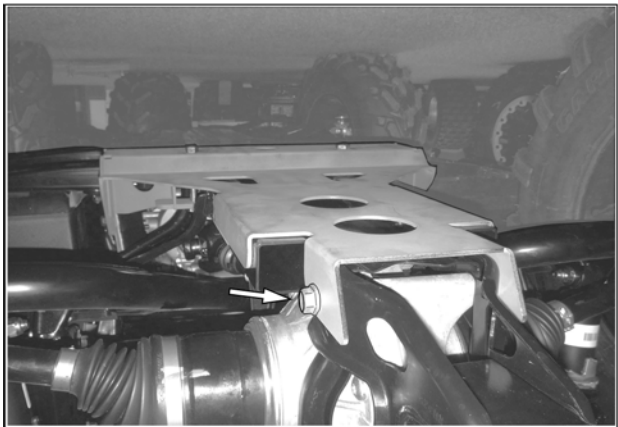

Fig. 7
6. Serrer ensuite le boulon de fixation du différentiel préalablement installé à l'autre extrémité de la plaque à un couple de 50 N•m [37 lb•pi]. Fig. 7